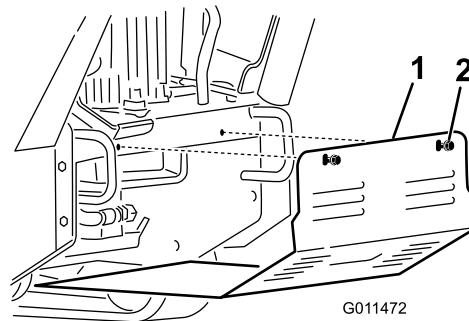

Figure 23
3. Desserrez l'un après l'autre les 2 boulons qui fixent le panneau de protection inférieur jusqu'à ce qu'il se détache (Figure 23).
- Pour monter le panneau de protection avant d'utiliser la machine, glissez-le dans la machine, en appui sur les 4 pattes, et fixez-le en place avec les 2 boulons retirés précédemment (Figure 23).